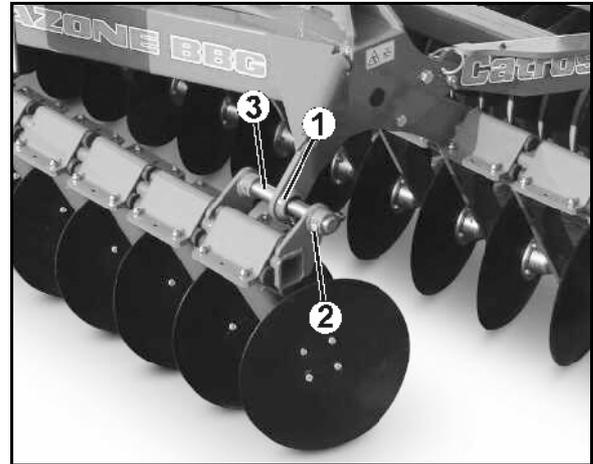

Fig. 35
Pour remplacer les paliers lisses (Fig. 35/1), placez l'outil déployé en veillant à ce que les paliers lisses ne soient pas tendus.
- 1. Desserrez le raccord à vis (Fig. 35/2) de l'arbre coulissant (Fig. 35/3).